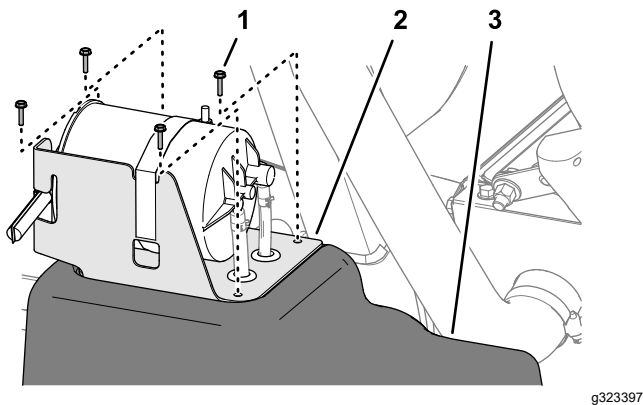

Bild 89
5. Fluchten Sie die Löcher in der Halterung für Aktivkohlefilter mit den Löchern im Kraftstofftank aus (Bild 89).
6. Befestigen Sie die Halterung mit den vier Schrauben (Nr. 10 x 3/4") am Kraftstofftank (Bild 89).